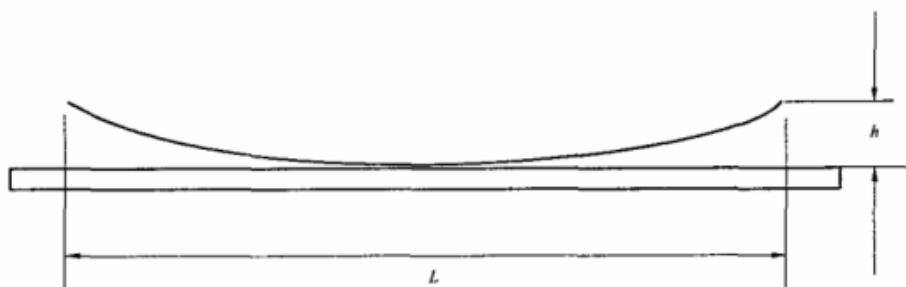

图 1 翘曲度测试示意图
- 6.5 材料放置及测试示意如图 1 所示,其中 h 为翘曲值, L 为测试试样长度,单位以 mm 计。